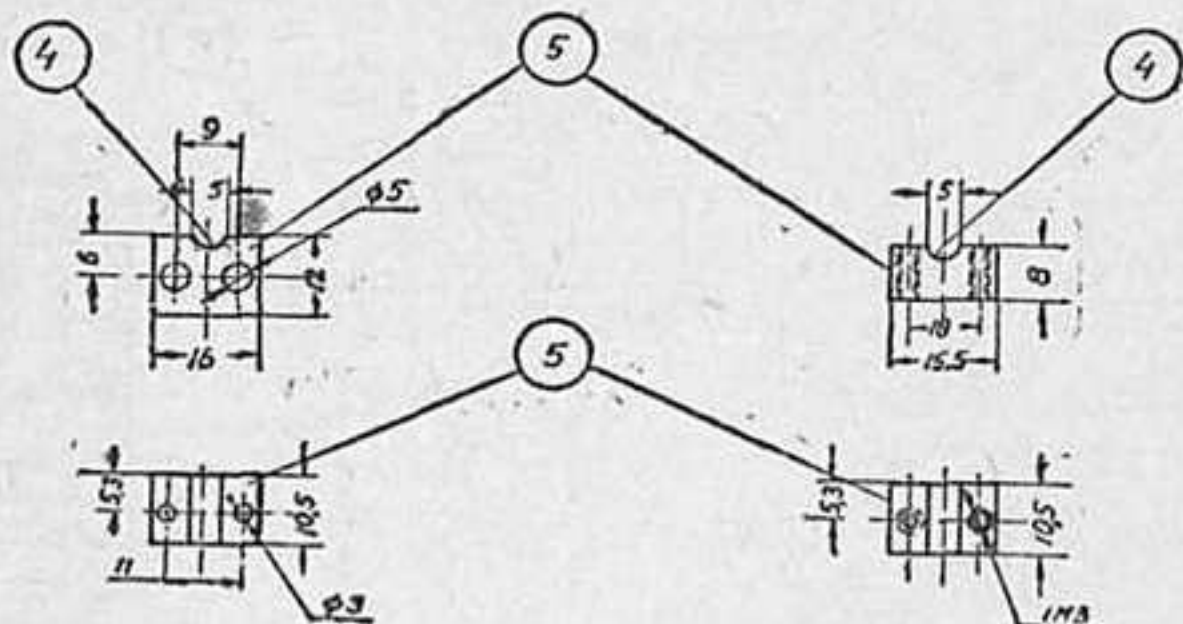

Рис. 21.
Передняя ось (рис. 21) изготавливается из стальной проволоки диаметром 6—7 мм. На концах ее делается резьба (1) для наворачивания наконечников (3), а также две проточки (2) диаметром 5 мм для крепления оси в кронштейнах. Каждый кронштейн (5) состоит из двух половин — верхней и нижней, изготовленных из дюралюминия. Нижняя половина отличается от верхней тем, что в двух ее отверстиях, служащих для крепления кронштейна к раме модели, нет резьбы. В каждой половине кронштейна имеется полуцилин-
Стопорная планка рулевого управления изготавливается из листового алюминия толщиной 0,8 мм. Она имеет четыре отверстия (11) для крепления ее на кронштейнах передней оси 5 (рис. 21).